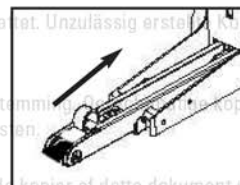

FIG 5
- C. Insérer deux bandes d'agrafes dans la rainure et déplacer doucement le poussoir jusqu'à ce qu'il soit contre les agrafes. (Fig 5)